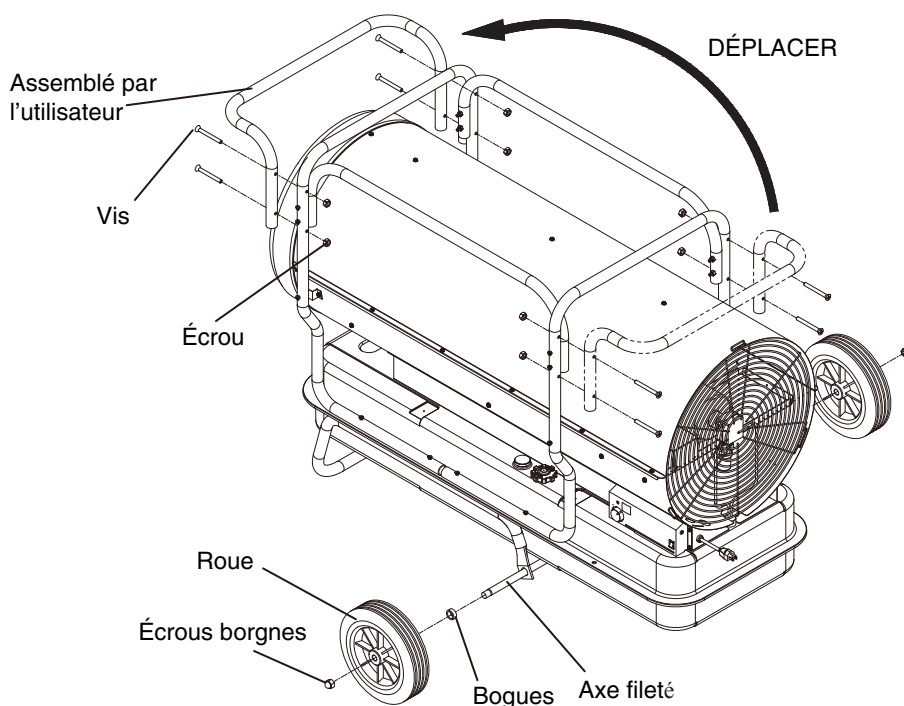

Figure 3. Ensemble roues et poignée
4. Déplacer l'avant de la poignée déposée vers la poignée du côté avant, comme l'indique la Figure 3, et serrer les quatre vis après avoir apparié la poignée avec l'avant de la poignée.